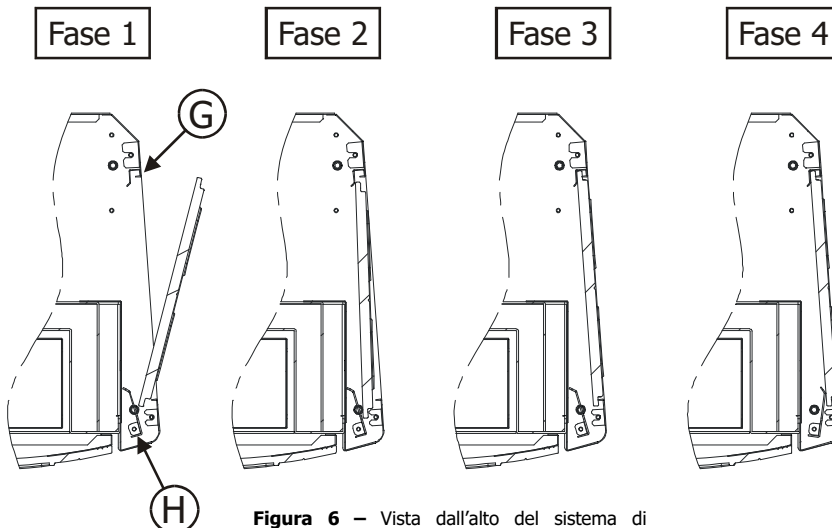

Figura 6 – Vista dall'alto del sistema di fissaggio ceramiche laterali
2. Inserire la piastrella prima dalla parte dell'asta **H** e successivamente infilare la parte opposta nell'apposita sede ricavata negli agganci fissi **G**. *Figura 6 - fase 1*
3. Ruotare la piastrella verso l'esterno della stufa in modo che il bordo anteriore rimasto libero vada ad appoggiare sul montante. *Figura 6 - fase 2*
4. Ripetere i punti 1-2-3 per tutte le piastrelle del fianco. *Figura 6 - fase 3*
5. Ruotare la vite **K** in modo che l'asta **H** collegata spinga le piastrelle verso il montante. Servendosi di una ulteriore chiave, serrare il dado **L** per bloccare permanentemente il sistema. *Figura 6 - fase 4*